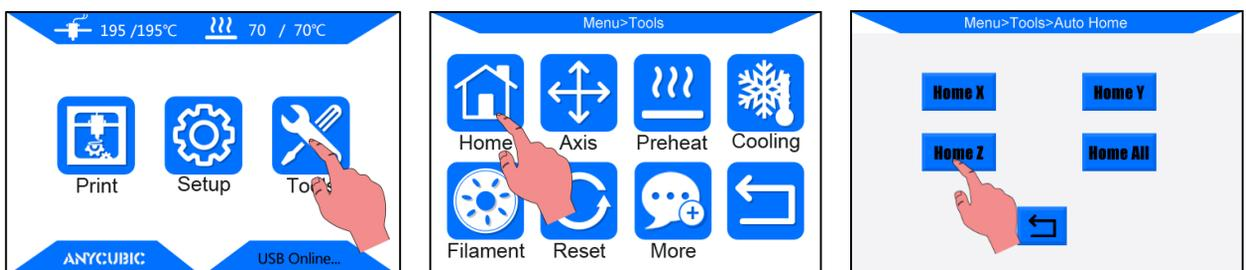

Imagen 7
Paso 2. Como mostrado en la imagen 7, en el menú principal, haga clic en "Herramientas" --> "Home" --> "Home Z". **Bloquee el eje Z para evitar que el eje Z caiga durante la nivelación.**